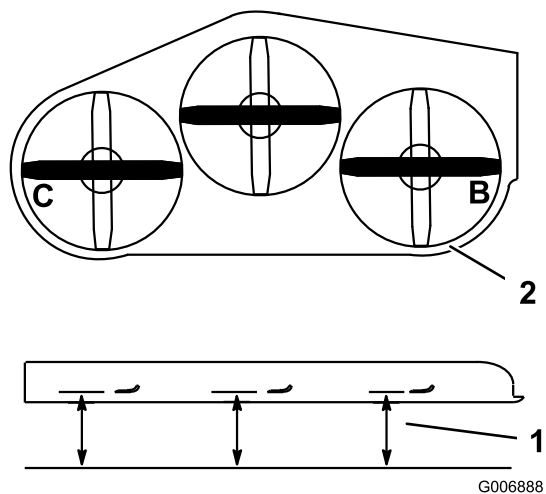

Figure 92
1. Tournez la lame **droite** dans le sens latéral (Figure 92).
2. Mesurez la distance au point **B** entre la surface plane et le tranchant de la pointe de la lame droite (Figure 92).
4. Tournez la lame gauche dans le sens transversal (Figure 92).
5. Mesurez la distance au point **C** entre la surface plane et le tranchant de la pointe de la lame gauche (Figure 92).